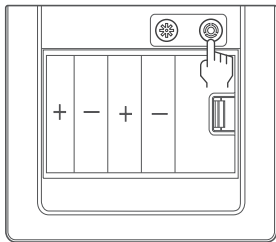

图5
1. 如图5，在面板电池盒里长按黑色模式键“⊗”3秒钟，可进行震动报警开启与关闭切换。长按3秒黑色模式键，语音提示“震动报警启动”。